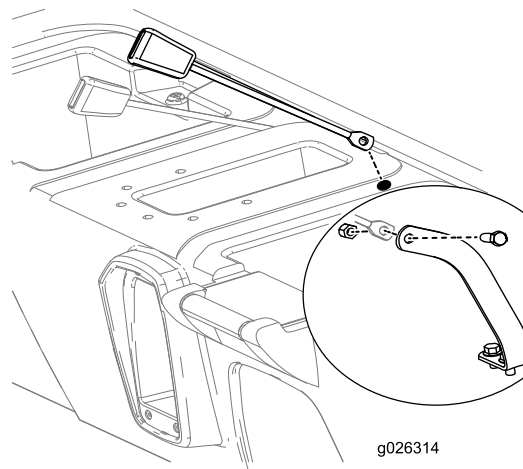

Figure 11
8. Insérez le côté de montage du côté boucle de chaque ceinture de sécurité dans l'un des trous que vous venez de percer dans la base du siège (Figure 11).
9. Fixez le côté récepteur de chaque ceinture de sécurité à chaque ancrage au moyen d'un boulon (7/16") et d'un écrou (7/16"), comme montré à la Figure 11.